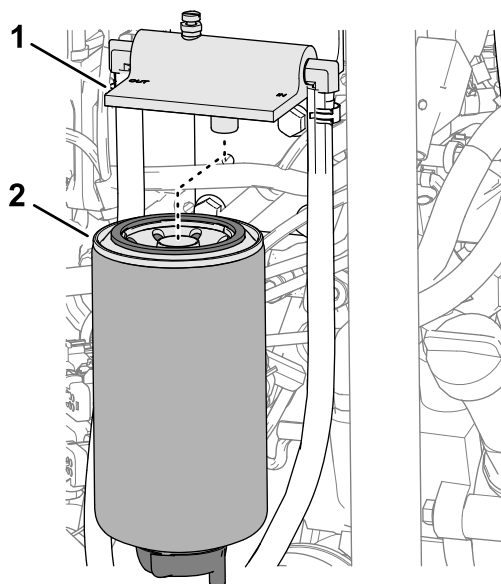

Figura 120
2. Curățați capătul filtrului și recipientul pentru filtrul de combustibil (Figura 120).